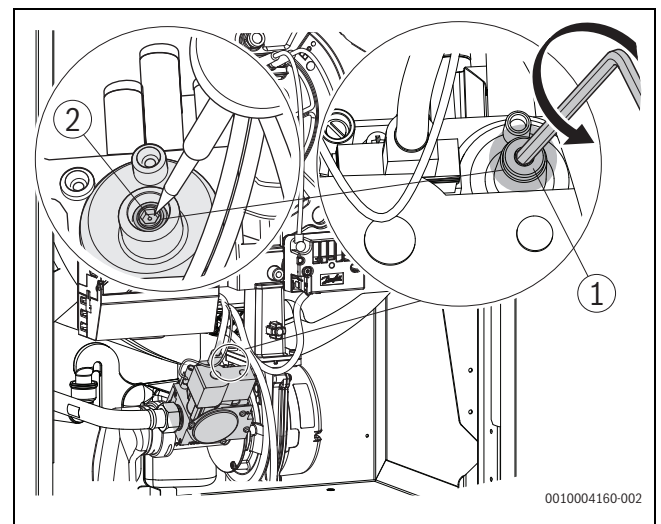

Bild 51 CO₂- / O₂-Einstellung bei Teillast prüfen
- ▶ Abdeckschraube der Teillast-Einstellschraube entfernen (→Bild 51, [1], Seite 29).
- ▶ Bei CO₂-Werten (Werte in Klammern=O₂-Werte) unter 9,0 % (O₂=4,9 %) oder über 9,6 % (O₂=3,8 %) die Einstellung an der Kleinlast-Einstellschraube auf 9,3 % (O₂=4,3 %) korrigieren (→ Bild 51, [2], Seite 29).
- ▶ Bei CO₂-Werten (Werte in Klammern=O₂-Werte) unter 9,8 % (O₂=6,0 %) oder über 10,8 % (O₂=4,5 %) die Einstellung an der Kleinlast-Einstellschraube korrigieren (→Bild 51, Seite 29 und Tabelle 10).